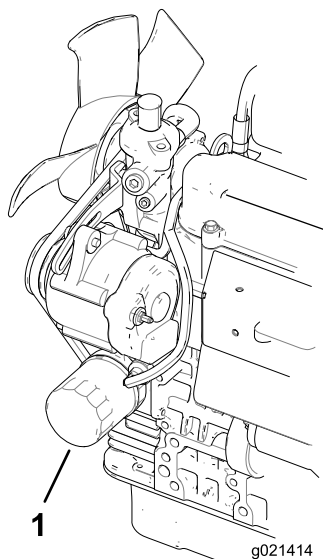

Bild 52
2. Entfernen Sie den Ölfilter (Bild 52). Ölen Sie die neue Dichtung am Ölfilter leicht mit frischem Öl ein, bevor Sie den Filter eindrehen. **Ziehen Sie nicht zu fest.**